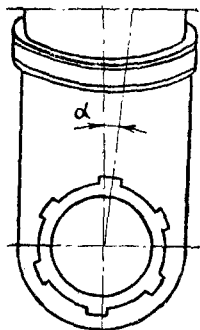

Рис. 14. Конструктивное выпол-
1. Перед установкой лыжи осмотрите полуоси шасси и убедитесь, что не сдвинуты внешние шлицы полуоси (рис. 14). Ось шлица должна быть параллельной оси стойки шасси. У лыж, допущенных к эксплуатации, максимальный сдвиг оси шлиц ( $\alpha_{max}$ ) может быть до  $4^{\circ}30'$ .